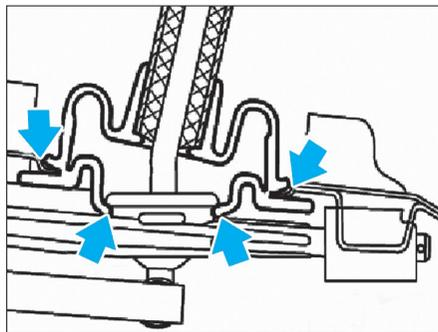

Fig. 19
- Dégager le soufflet du bras de commande et du plancher (flèches) (Fig.19).